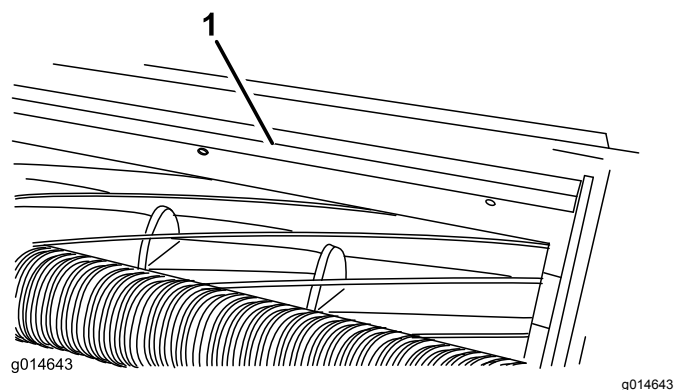

Bild 11
1. Lockern Sie die Schrauben, mit denen die obere Leiste an der Schneideinheit befestigt ist (Bild 11).